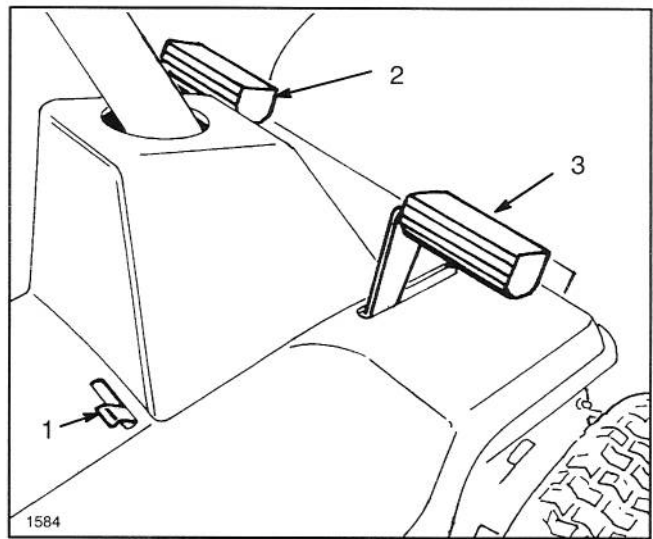

Abbildung 6
**Kupplungspedal** (Abb. 6)—Das fußbetätigte Kupplungspedal wird zusammen mit der Gangschaltung verwendet. Beim Schalten muß das Kupplungspedal vollständig heruntergedrückt werden. Das Kupplungspedal bei jeder Bremsbetätigung herunterdrücken.
**Bremspedal** (Abb. 6)—Das fußbetätigte Bremspedal muß gedrückt werden, um den Mäher zu verlangsamen oder anzuhalten. Wenn das Pedal gedrückt ist, greift ein Taster in die Bremsscheibe an der Seite des Getriebes ein. Bei Betätigung der Bremse immer das Kupplungspedal treten.
**Feststellbremse** (Abb. 6)—Die Feststellbremse muß zusammen mit dem Bremspedal verwendet werden. Wenn das Pedal heruntergedrückt ist und das Ende des Feststellbremshebels das Bremspedal in gedrückter Position hält, greift ein Taster in die Bremsscheibe an der Seite des Getriebes ein.
1. Die Feststellbremse eingreifen lassen (Abb. 6): siehe Verwendung der Feststellbremse, Seite 19.
2. Die Feststellbremse nach links bewegen und das Bremspedal loslassen, bis es das Ende des Feststellbremshebels berührt (Abb. 6).
3. Zum Lösen der Feststellbremse das Bremspedal drücken (Abb. 6), wodurch der Feststellbremshebel zu ausgerasteter Position zurückkehren kann. Dann das Bremspedal loslassen.